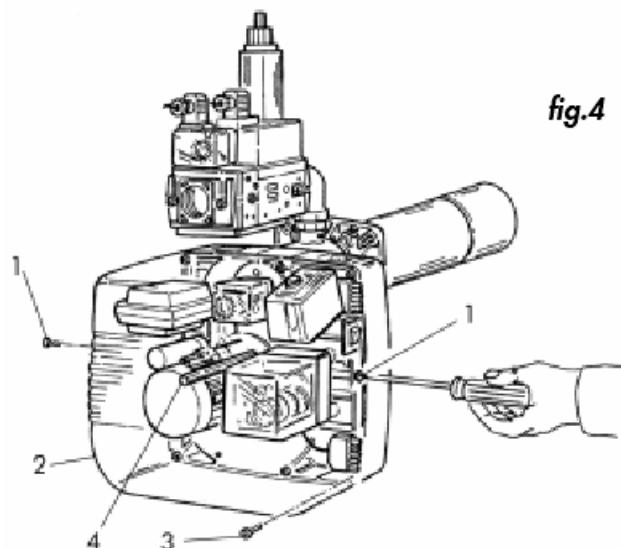

fig.4
Чтобы обеспечить доступ к основным узлам, снимите крышку (рис. 4). Техническое обслуживание насадки сгорания выполняется следующим образом:
- Отвинтите винты 1 и снимите крышку 2 (рис. 4).
- Отвинтите винты 3 и центральный штифт 4 (рис. 4).